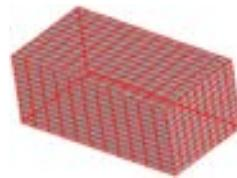

图 6.2.8 封闭曲面
- 选中 **封闭端** 复选框，使曲面特征的两端部封闭。注意：对于封闭的截面草图，才可选择该项（图 6.2.8）。